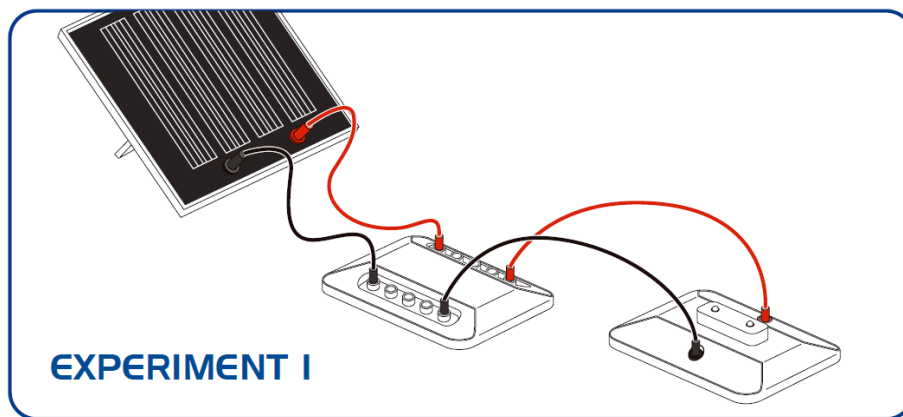

図 1. ソーラーパネルの実験
- ① ソーラーパネルと端子台と LED 装置を，赤と黒のケーブルで図 1 に示したように接続する．赤ケーブルは赤の端子，黒ケーブルは黒の端子にそれぞれ接続する．
- ② 光源装置でソーラーパネルに光を当て，LED が点灯すること（発電）を確認する．